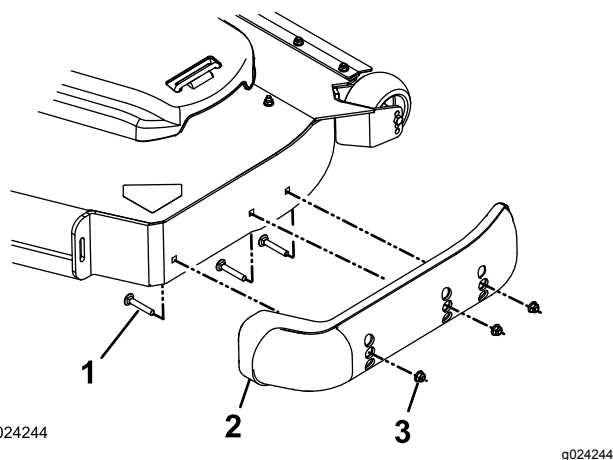

Figura 34
3. Retire los pernos de cuello cuadrado y las tuercas de cada patín (Figura 34).